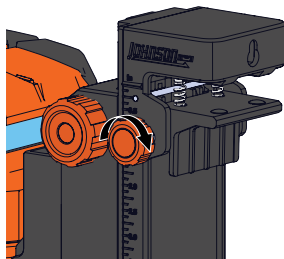

Figura 34
3. Para instalar el accesorio de montaje en riel en un riel, gire la perilla de ajuste más pequeña para abrir la abrazadera del riel. (Figura 34)